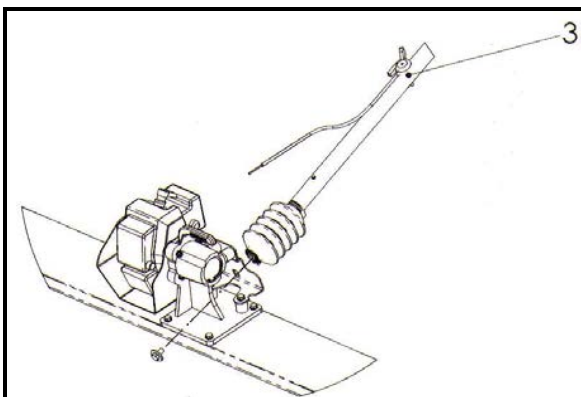
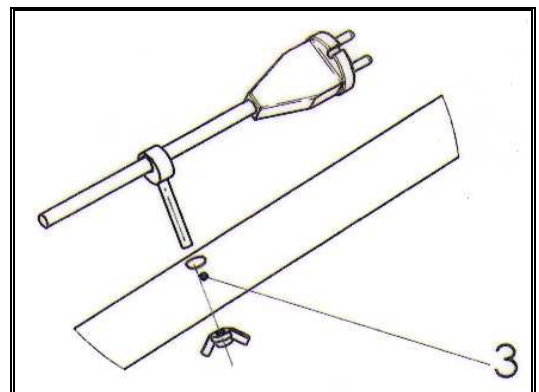

Fig.: 1.7-2
Fig.: 1.7-3
- 2.- Retirer la vis **Pos. 2** et introduire la pointe carrée dans l'emplacement, Fig. 1.7-2, en orientant correctement le registre de position. Serrer la vis **TRES FORT** avec une clé.
- 4.- Pour la Règle d'essence, monter la commande d'accélération dans le trou **Pos. 3** (Voir Fig. 1.7-2). Pour la règle électrique monter le support du câble électrique de la même manière que pour la commande d'accélération. (Voir Fig.: 1.7-3)